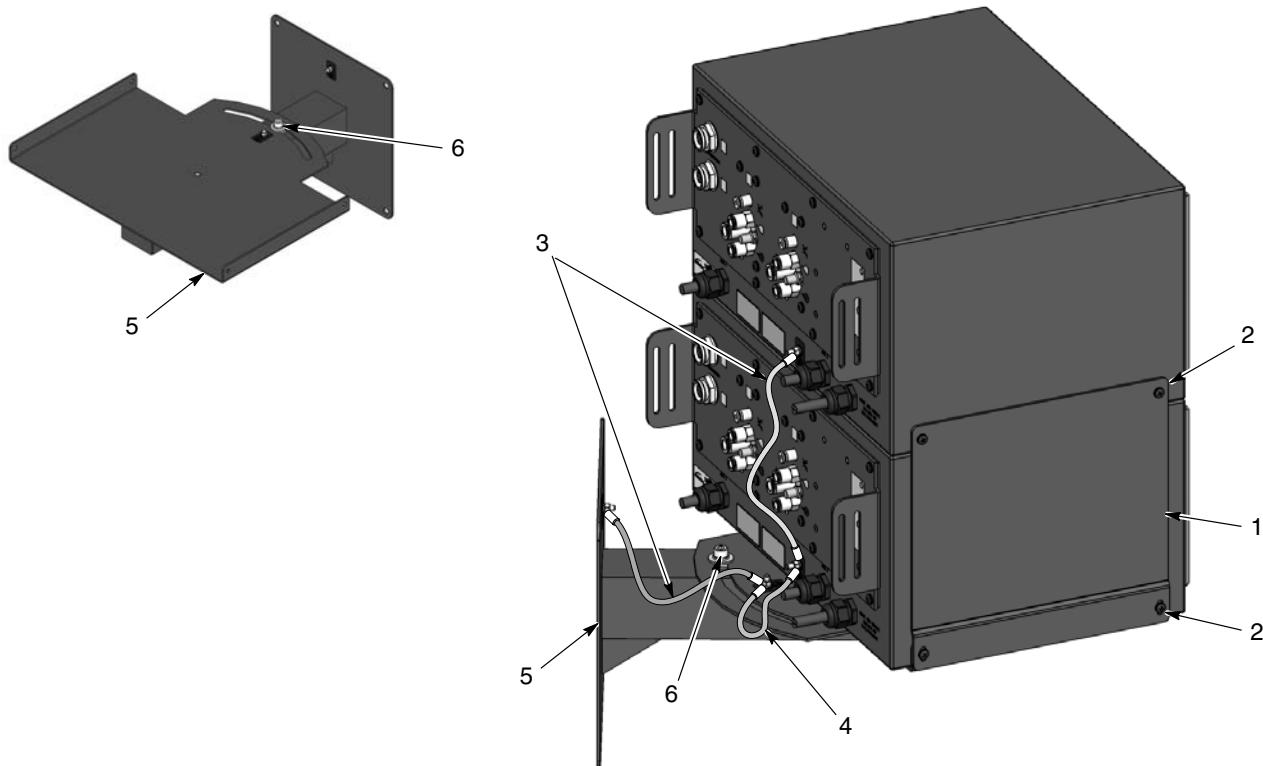

Рис. 3-3 Монтаж блоков управления двумя распылителями с помощью дополнительного настенного монтажного кронштейна
1. См. рис. 3-3. Установить настенный монтажный кронштейн (5) на вертикальной поверхности, достаточно прочной, чтобы нести массу блоков управления и монтажного кронштейна. Использовать соответствующие крепежные детали.
3. Если монтируется только один блок управления, закрепить его на фланцах кронштейна четырьмя винтами M5 x 12 с цилиндрической головкой (2).
4. Если монтируются два блока управления, закрепить на лотке объединительные кронштейны (1) со стороны прорези и блок управления четырьмя винтами с цилиндрической головкой M5 x 12 (2). Не затягивать винты.
6. При помощи 12-дюймового круглого провода заземления (3) заземлить верхний блок управления на нижний блок управления. При помощи 4-дюймового круглого провода заземления (4) заземлить нижний блок управления на лоток для настенного монтажа. При помощи второго 12-дюймового круглого провода заземления соединить лоток с монтажной пластиной.
7. Ослабив стопорный болт лотка (6), повернуть лоток в нужное положение, а затем затянуть болт.